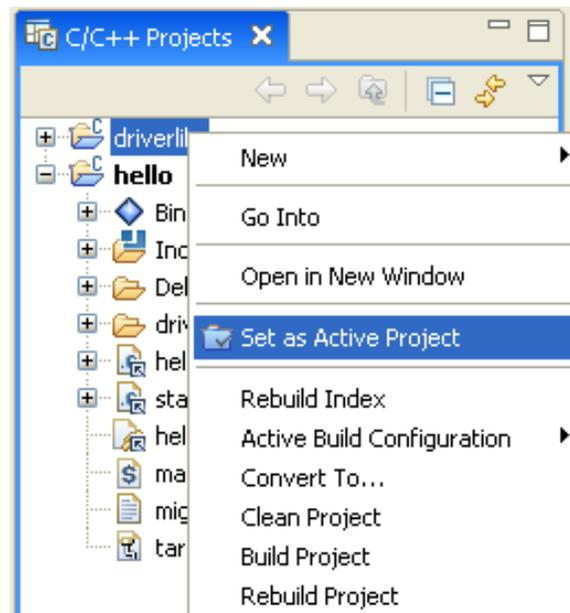

图 22. 将一个项目设定为激活项目
2. driverlib 项目将被设定为激活项目。如果不是这样，那么通过右键单击 driverlib 项目并选择如图 22 中所示的 Set as Active Project（设定为激活项目）选项来将其手工设定为激活项目。